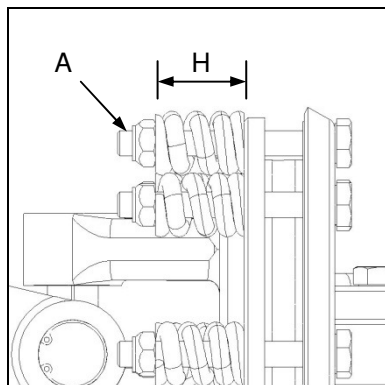

Fig. 4
- ✓ Release the pre-load on the friction clutch plates by loosening the nuts (Fig. 4-A) until the compression spring is just free to rotate by hand. Do not remove the nuts completely.
Following any maintenance or repair of the PTO friction clutch assembly the pre-load on the friction clutch plates must be adjusted to factory specifications. This is accomplished by adjusting the nuts (Fig. 4-A) to set the compressed spring length (Fig. 4-H).
- ✓ Ontspan die voorlas op die wrywingkoppelaarplate deur die moere los te draai (Fig. 4-A) totdat die drukveer net vry genoeg is om met die hand te draai. Moet die moere nie heeltemal verwyder nie.
Na instandhouding of herstel van die kragtakkeraswrywingkoppelaarmontering moet die voorlas op die koppelaarplate volgens fabriekspesifikasies verstel word. Dit word gedoen deur verstelling van die moere (Fig. 4-A) om die saamgeperste veer se lengte te stel (Fig. 4-H).